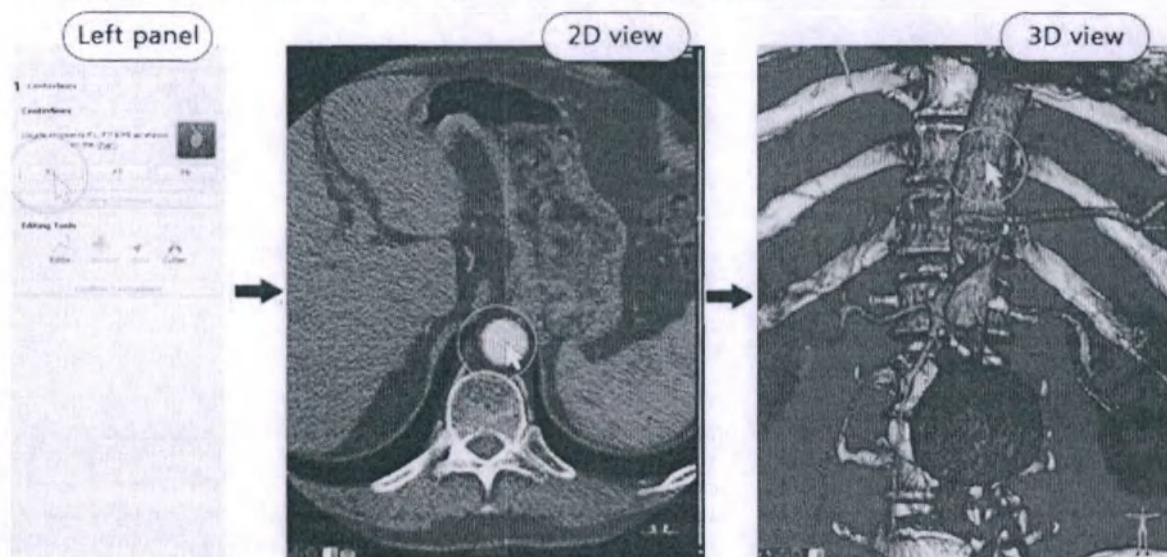

Рисунок 2: Шаги извлечения базовой центральной линии
- Найдите и выберите ключевую точку, соответствующую анатомическому положению P1, на виде 3D. В качестве альтернативы используйте бегунок на правой стороне окна вида 2D и прокрутите до требуемого среза, чтобы выбрать ключевую точку на виде 2D. (Рисунок 2)